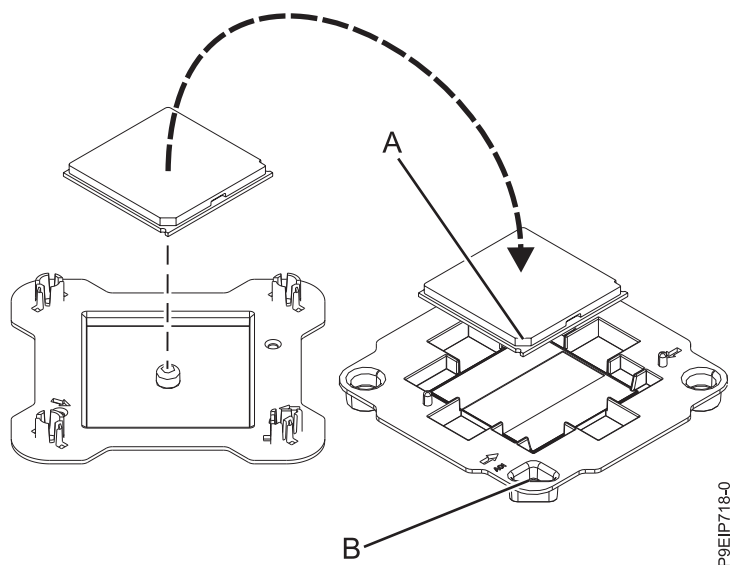

Figura 68. Colocando o Módulo do Processador do Sistema na Bandeja de remessa
12. Pressione levemente o módulo de processador do sistema substituído pelas bordas e levante o para fora da tampa da remessa. Alinhe o canto chanfrado do módulo (A) para o canto da bandeja com o triângulo (B) e coloque-o na bandeja, conforme mostrado em Figura 68.